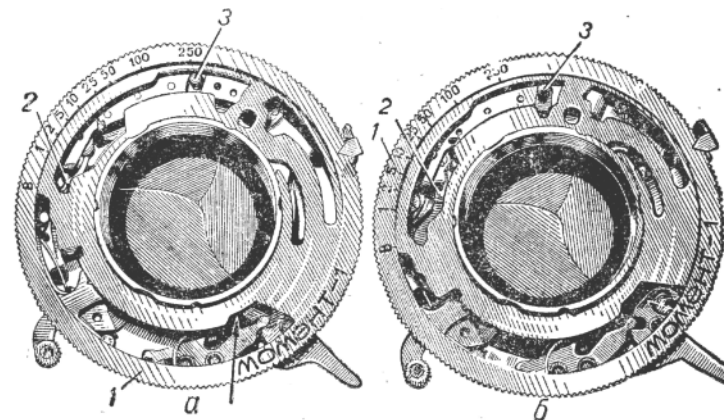

Рис. 38. Кольцо установки выдержек затвора:
Выдержки затвора. Необходимая выдержка затвора устанавливается кольцом / (рис. 38,а).
Кольцо регулирует положение деталей механизма замедления (рис. 36,а) и рычага 5, с помощью которых устанавливается определенная выдержка: На рычаге 8 имеется вертикальный отгиб (см. стрелку на рис. 38), а на кольце / в этом же месте углубление. Следовательно, отгиб рычага, находясь против углубления в кольце, может несколько передвинуться вперед (на рычаге 5, рис. 36,б) есть пружина, которая его поворачивает). Кроме вертикального, на рычаге 8 имеется остроконечный отгиб, который может задерживать заводное кольцо 2 (рис. 36,а), когда кольцо / (рис. 38) находится в положении а. В по-
ложении б (рис. 38) кольцо / не позволяет повернуться рычагу 8 (рис. 36,в) и заводное кольцо 2 (рис. 36,а) не задерживаясь, передвигается в исходное положение. Следует обратить внимание на следующие обстоятельства. Когда движется заводное кольцо 2, оно при помощи рычага 12 (рис. 36,з) поворачивает кулису 1, связанную с лепестками затвора и тем самым открывает лепестки.
Во время работы выдержки «В» механизм замедления 5 выключен, т. е. рычаг 3 (рис. 36,я) и палец 4 сектора удерживаются кольцом 1 (рис. 38) в таком положении, при котором они не могут перемещаться.
Все остальные автоматические выдержки срабатывают при участии механизма замедления 5 (рис. 36,а), а в это время кольцо / (рис. 38) удерживает рычаг 8 (рис. 36,а) в нерабочее положение.
Автоматические выдержки регулируются временем и величиной поворота сектора 4 механизма замедления 5. При выдержках 1; 1/2, 1/5, 1/10 сек работает анкер, установленный на рычаге 3, и сектор 4 механизма замедления. При установке кольца / (рис. 38) на эти выдержки начинает двигаться рычаг 3 (рис. 36,а), включающий в работу анкер и палец сектора 4. На рис. 38,б показано положение кольца / и других деталей (отгиба рычага 8, рис. 36,а), рычага 8 и пальца 4 при установке выдержки 1 сек. Радиус поворота сектора 4 меняется в зависимости от устанавливаемой выдержки. Чем больше радиус поворота сектора, тем продолжительнее выдержка.
ца 1 (рис. 38). При установке кольца 1 на любую автоматическую выдержку палец сектора 4 (рис. 36,а) поворачивается и регулирует радиус поворота сектора.
При выдержке 1/250 сек включается в работу пружина 11, которая сообщает кольцу 2 большую скорость. При установке кольца 1 (рис. 38) против индекса 1/250 сек его движение несколько затрудняется. Это означает включение пружины 11 (рис. 36,а).
5. Неправильно работают замедленные выдержки. - Работа замедленных выдержек регулируется механизмом замедления при включенном анкере (рис. 36,а,б). Механизм замедления 5 укреплен тремя винтами. Отверстия в лапках механизма для винтов имеют овальную форму, благодаря которой механизм при незатянутых винтах можно незначительно перемещать. Легче и точнее производить регулировку при выдержке 1/10 сек. При этом зазор между пальцем на секторе 4 и выступом кольца выдержек 1 (рис. 38,а) должен быть минимальным. Если при минимальном зазоре работала выдержка 1/10 сек, тогда и другие выдержки будут работать относительно точно.